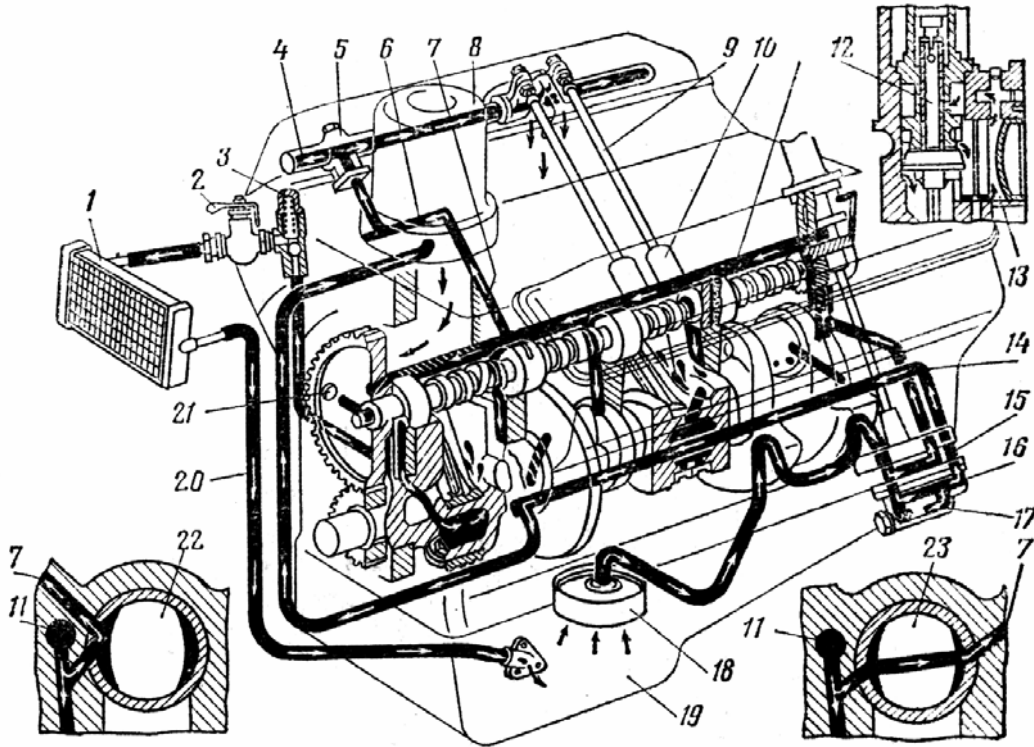

Рис. 2.18. Схема смазочной системы двигателя ЗМЗ-53:
1. Изучите схему подачи масла к трущимся поверхностям деталей (рис. 2.18). Во время работы двигателя масло из масляного картера 19 через маслоприемник 18, трубку и канал в блоке цилиндров засасывается секциями масляного насоса. Нижняя секция 16 нагнетает масло в маслопровод 14, а оттуда по трубке в фильтр 8 центробежной очистки. Очищенное масло из фильтра 8 стекает в масляный картер 19, по пути смазывая распределительные шестерни. В случае повышения давления масла сверх 45 кПа открывается редукционный клапан 17, установленный в нижней секции масляного насоса, который перепускает часть масла во всасывающую полость.